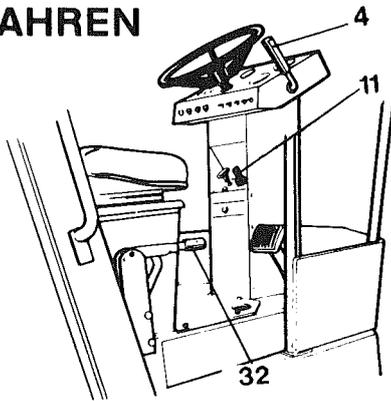

Abb. 9 Fahrerkabine
- 6 Vergewissern Sie sich, daß der Arbeitsbereich vor und hinter der Walze frei ist. Den Vor-/Rückwärtshebel (4, Abb. 9), abhängig von der gewünschten Fahrtrichtung, vorwärts- bzw. zurückführen.